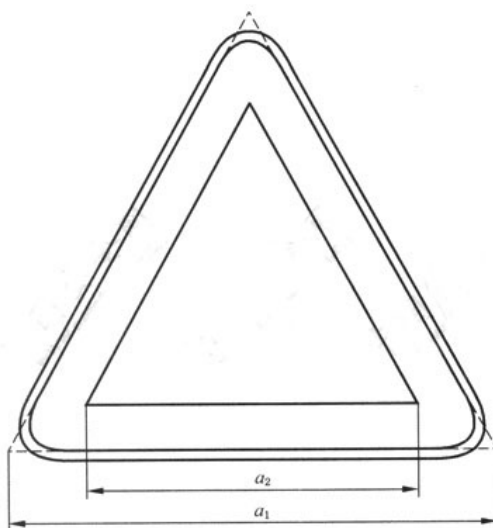

图3
5.4.2.1 警告标志的基本型式是正三角形边框，如图3所示。
6.2.2.1.2 泥浆池防护栏杆上，必须设置“注意安全”、“泥浆池危险，请勿靠近”标志，参见附录 E 图 3。